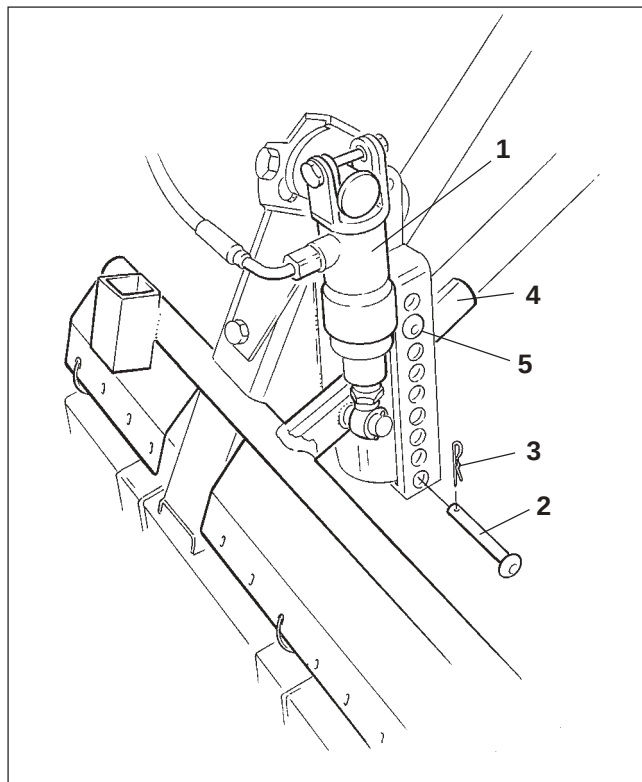
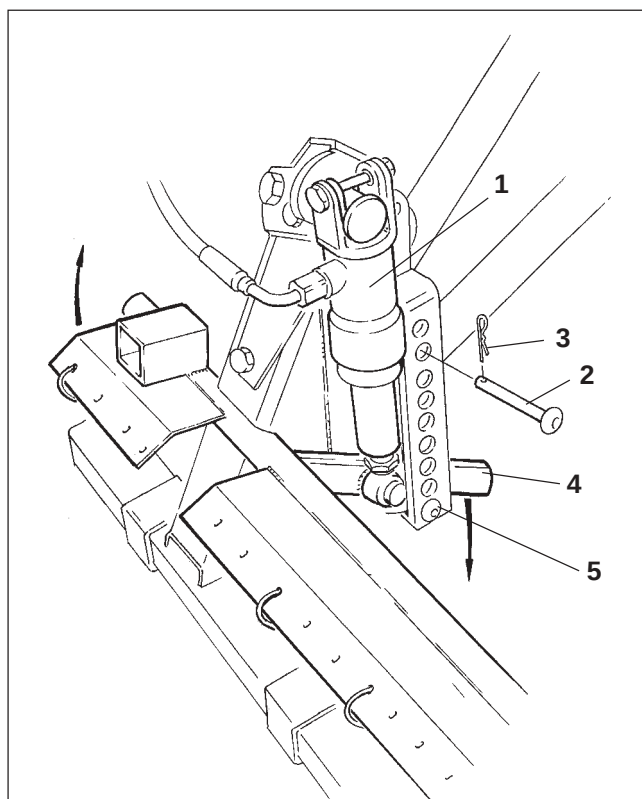

Рис. 11.7
Рис. 11.8
При смене нормальной почвы на тяжелую и наоборот давление выравнивателя типа "эзакт" переставляется гидравлическим цилиндром (Рис. 11.7/1), который управляется клапаном управления простого действия из кабины трактора.
Два пальца (Рис. 11.7/5 и Рис. 11.8/5) вставьте в качестве упора гидравлического цилиндра в сегмент регулировки. Упор гидравлического цилиндра (Рис. 11.7/4) лежит на пальце (Рис. 11.7/5), если цилиндр не находится под давлением, и на пальце (Рис. 11.8/5), если гидравлический цилиндра находится под давлением. Подсоедините "гидравлический присоединительный элемент II" к клапану управления простого действия трактора.
- подайте давление в гидравлический цилиндр (Рис. 11.8/1),
- установите палец (Рис. 11.8/2) в отверстие сегмента регулировки сверху упора (Рис. 11.8/4) и зафиксируйте при помощи пружинного зажима (Рис. 11.8/3).
- уберите давление из гидравлического цилиндра (Рис. 11.7/1),
- вставьте палец (Рис. 11.7/2) в отверстие сегмента регулировки и зафиксируйте при помощи пружинного зажима (Рис. 11.7/3).